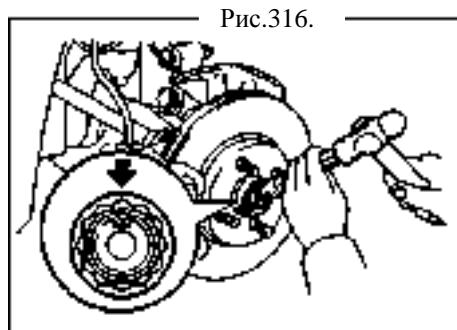

Рис.316.
- (б) Используйте зубило и молоток для установки углублений гаек и их крепления (рис.316).